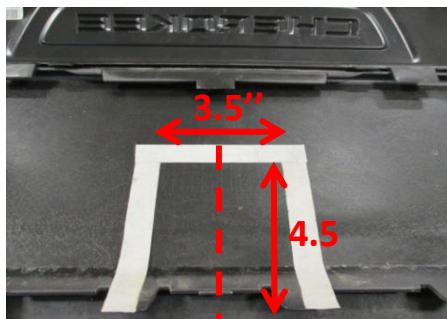
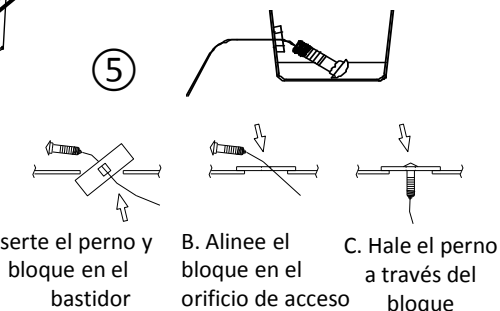

Figura 4
Figura 5
- Localice la línea central de la fascia inferior y recorte a 4.5" de altura y 3.5" de ancho, como se muestra en la Figura 4.
- Quite (1) tapón cuadrado de goma de cada larguero del bastidor. Devuelva al propietario. Separe (3) fijadores plásticos del cableado del vehículo del larguero del bastidor en ambos lados, usando un destornillador o herramienta para recorte de paneles. **NOTA:** En los modelos Trailhawk elimine (2) pernos M14 existentes del bastidor vertical y horizontal posterior de cada lado. Consérvelos para volver a ensamblar.
- Alimente el ① perno de carruaje y el espaciador ② a través del orificio cuadrado de acceso utilizando los alambres de insertar ⑤ para ambas ranuras vertical y horizontal, como se muestra en la Figura 5. Deje los alambres de insertar unidos. **NOTA:** En los modelos Trailhawk solo inserte (1) pieza vertical a través de la ranura cuadrada del frente y vuelva a utilizar (2) pernos M14 retirados en el paso 4 de cada lado.
- Levante el enganche a su posición, por encima del escape, e inserte los alambres de insertar a través de la ranura del soporte. Retire los alambres de insertar y sin apretar instale la arandela de seguridad ⑦ (si es necesario), la arandela cónica ③, la tuerca hexagonal ④ y los pernos M14 (Trailhawk únicamente) en el enganche. **NOTA:** Retire el sellador de uniones en el lado del bastidor para el ajuste apropiado. Verifique nuevamente si el área de recorte es suficiente para el enganche. Haga cualquier recorte adicional si fuera necesario.
3. Localice la línea central de la fascia inferior y recorte a 4.5" de altura y 3.5" de ancho, como se muestra en la Figura 4.
4. Quite (1) tapón cuadrado de goma de cada larguero del bastidor. Devuelva al propietario. Separe (3) fijadores plásticos del cableado del vehículo del larguero del bastidor en ambos lados, usando un destornillador o herramienta para recorte de paneles. NOTA: En los modelos Trailhawk elimine (2) pernos M14 existentes del bastidor vertical y horizontal posterior de cada lado. Consérvelos para volver a ensamblar.
5. Alimente el (1) perno de carruaje y el espaciador (2) a través del orificio cuadrado de acceso utilizando los alambres de insertar (8) para ambas ranuras vertical y horizontal, como se muestra en la Figura 5. Deje los alambres de insertar unidos. NOTA: En los modelos Trailhawk solo inserte (1) pieza vertical a través de la ranura cuadrada del frente y vuelva a utilizar (2) pernos M14 retirados en el paso 4 de cada lado.
6. Levante el enganche a su posición, por encima del escape, e inserte los alambres de insertar a través de la ranura del soporte. Retire los alambres de insertar y sin apretar instale la arandela de seguridad (7) (si es necesario), la arandela cónica (3), la tuerca hexagonal (4) y los pernos M14 (Trailhawk únicamente) en el enganche. NOTA: Retire el sellador de uniones en el lado del bastidor para el ajuste apropiado. Verifique nuevamente si el área de recorte es suficiente para el enganche. Haga cualquier recorte adicional si fuera necesario.